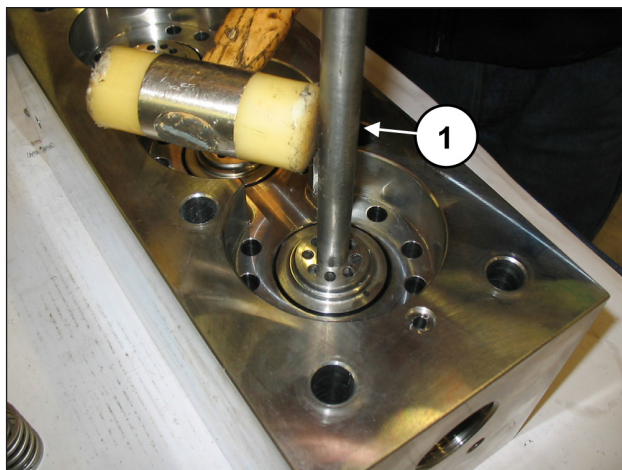

Рис. 115
Если гнезда клапана застрянут на торце из-за отложений накипи или ржавчины, их следует отсоединить специальным инструментом (арт. 034300020 для SKN20-22-24 или арт. 034300010 для SKN26-28-30), который вставляется в нагнетательное отверстие (поз. ①, Рис. 115).